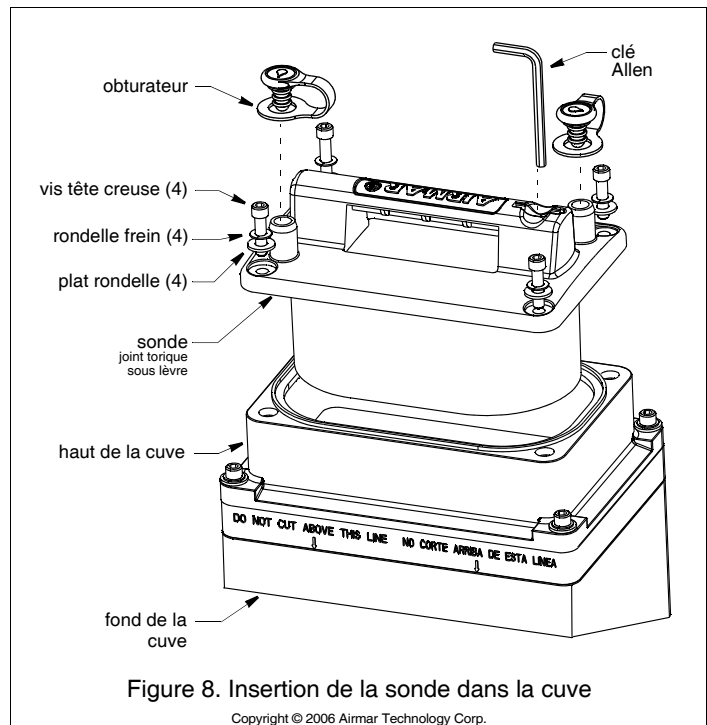
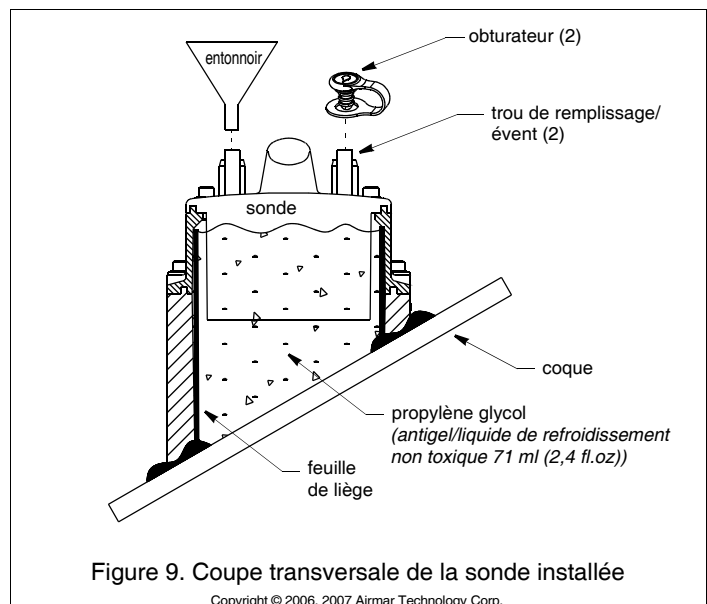

Figure 8. Insertion de la sonde dans la cuve
Figure 9. Coupe transversale de la sonde installée
5. Si la cuve est installée en deux parties, réassemblez les deux sections maintenant (voir Figure 8). Vérifiez que le joint torique est en place autour de la lèvres et lubrifiez le joint. Resserrez les deux moitiés à l'aide des vis tête creuse, des rondelles freins et des rondelles fournies. Légèrement à l'aide de la clé Allen fournie avec une force ne dépassant pas 50 in-lb. **Ne pas serrer exagérément.**
4. Saisissez la sonde par la poignée et introduisez-la dans la cuve (voir Figure 8). La sonde ne comporte pas de face avant ou arrière identifiée. Elle peut être installée dans l'un ou l'autre sens.
6. Complétez le remplissage de propylène glycol dans la cuve. Laissez un petit volume d'air de sorte à compenser la dilatation du liquide en fonction des variations de température. Effectuez le remplissage à l'aide d'un entonnoir inséré dans un trou de remplissage ou évent (Voir figure 9). Le second trou agit comme un évent (alternativement, la cuve peut être remplie à l'aide d'un tube de diamètre standard immobilisé à l'aide d'un serre-joint à sangle). Fixez les obturateurs fournis et bouchez l'orifice de remplissage et l'évent (voir Figure 8). Pour faciliter l'introduction, lubrifiez les obturateurs avec le liquide de remplissage. Attachez l'entonnoir à la poignée pour le garder à portée de main.